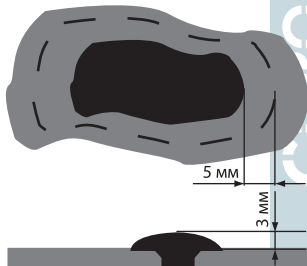

Рисунок 2. Установка заплатки
3. Подберите подходящий кусок резины и закройте им повреждённый участок. Прикатать сырую резину толщиной 1 мм в 2-3 слоя, оставив вокруг приблизительно 5 мм зачищенной поверхности (рис. 2).